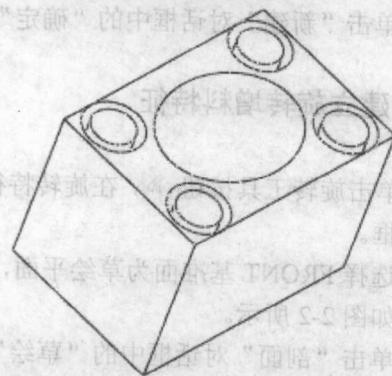

图 1-10
(9) 单击按钮，结束预览。单击薄板拉伸特征按钮，并输入厚度值为5，单击预览按钮，结果如图1-10所示。